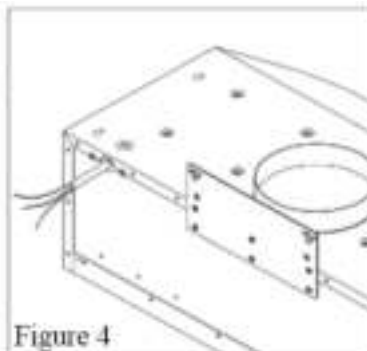

Figure 4
3. Perforez le trou d'accès du fil à enfoncer à l'arrière de la hotte et faites passer les fils électriques comme indiqué à la figure 4.